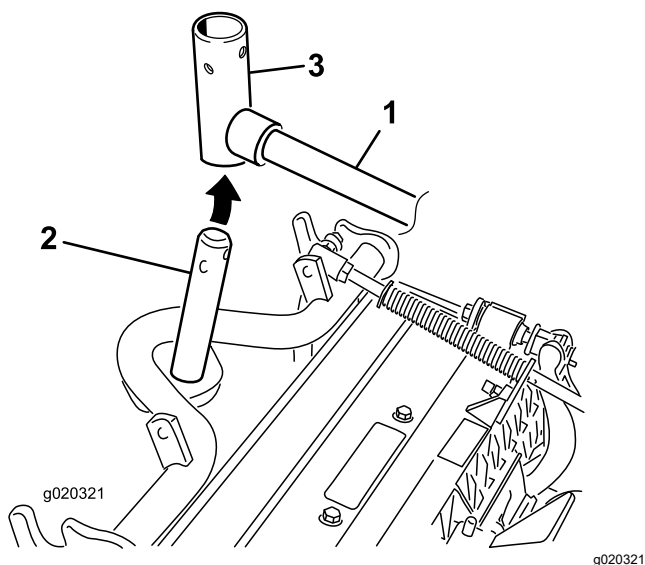

Figura 10
3. Pentru unitățile de tăiere din față, glisai o unitate de tăiere sub braul de ridicare în timp ce introduceți arborele cadrului de susinere în sus în furca pivotului braului de ridicare (Figura 10).
2. Introduceți furca braului de ridicare în arborele cadrului de susinere (Figura 10).